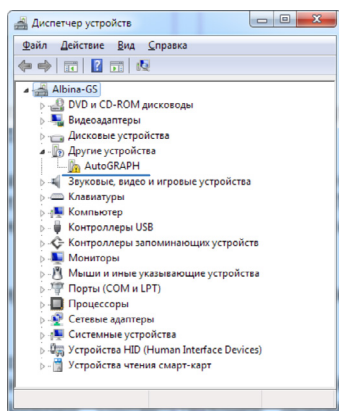

Рис.3. Новое устройство.
5. При подключении программатора система автоматически найдет новое оборудование (Рис.3).